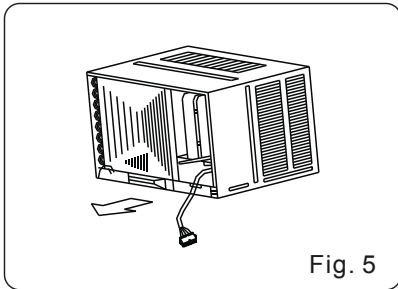

Fig. 5
1. Den Innenteil der Einheit vorsichtig aus dem Gehäuse ziehen (Fig. 5).